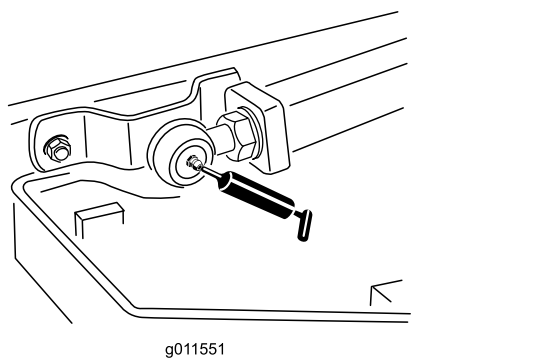

Figura 70
- 2 giunti a sfera del braccio di sollevamento (Figura 70)